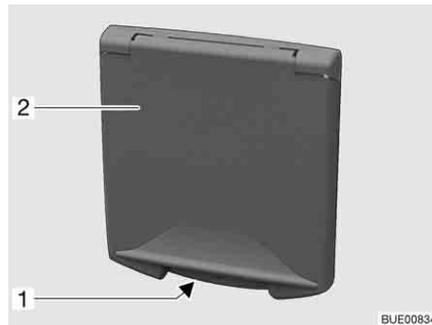

Fig. 49 Serratura a pressione sportello di servizio
- Inserire la chiave nel cilindro della serratura a pressione richiudibile (Fig. 49,1) e ruotare di un quarto di giro. La serratura a pressione è sbloccata.
- Inserire la chiave nel cilindro della serratura a pressione richiudibile (Fig. 49,1) e ruotare di un quarto di giro. La serratura a pressione è bloccata.